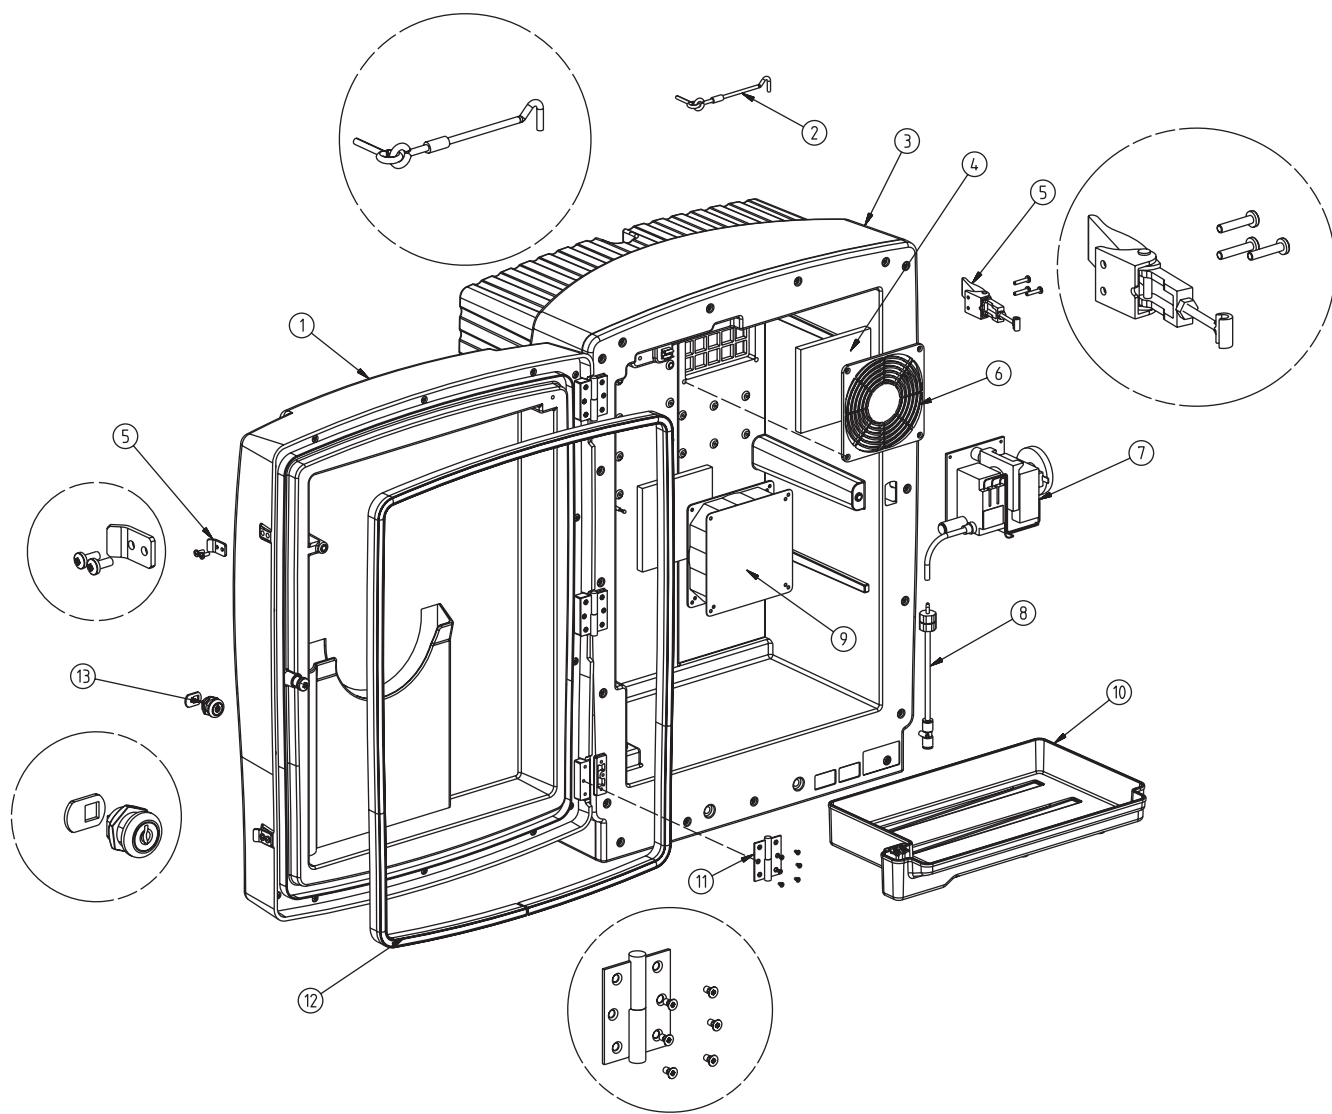
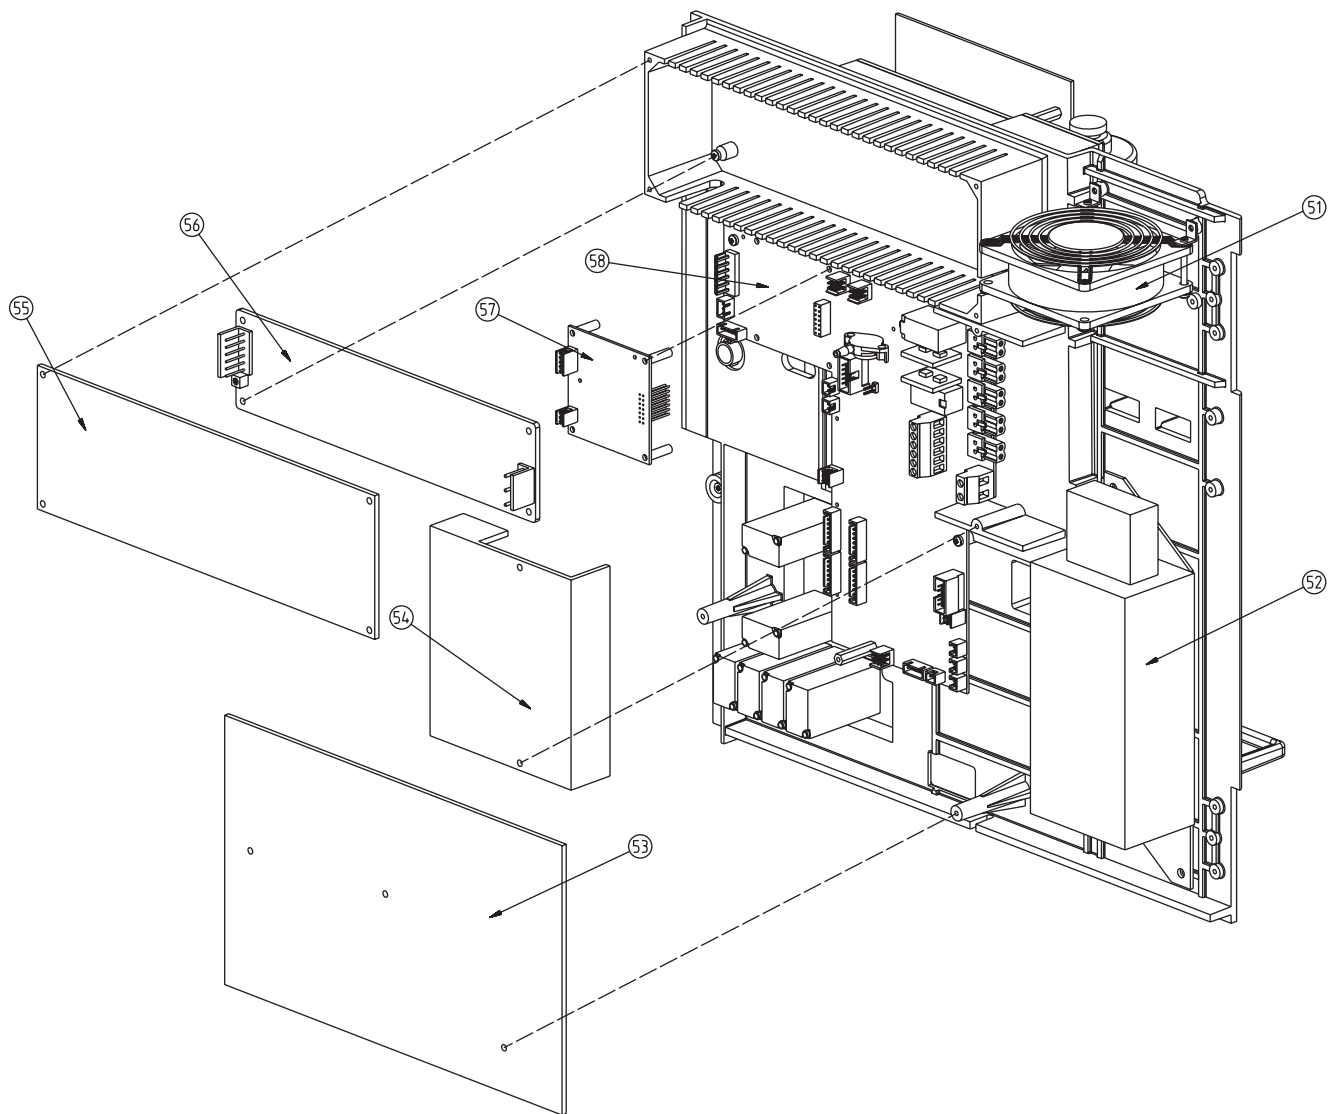

图 16 分析器外壳
图 19 分析器面板的详细后视图
## 8.4 更换部件 (请参见位于第 46 页上的图 16 – 位于第 49 页上的图 19)
8.4 更换部件 (请参见位于第 46 页上的图 16 – 位于第 49 页上的图 19)